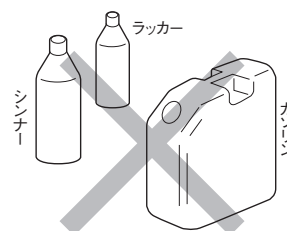

図2
- **引火性の液体の近くや、ガスなどの爆発性の雰囲気での作業は絶対にしないでください。** (図2)